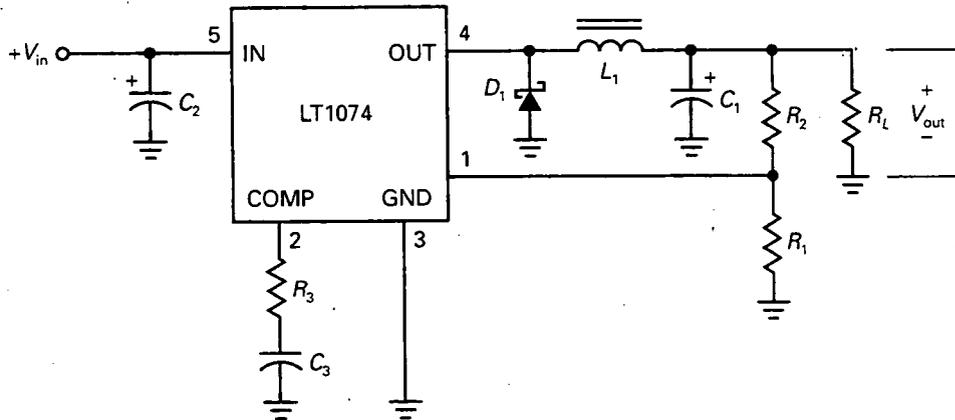

Figura 24-29. Regulador reductor con un LT1074.
En la Figura 24-29 aparece un LT1074 conectado como un regulador reductor. El pin 1 (FB, *feedback*) es para la tensión de realimentación. El pin 2 (COMP) es para la compensación de frecuencia, que previene de oscilaciones de alta frecuencia. El pin 3 (GND) es el de tierra. El pin 4 (OUT) es la salida conmutada del dispositivo interno de conmutación. El pin 5 (IN) es para la tensión de entrada continua.
El LT1074 es un dispositivo de uso extendido. Un vistazo por la Figura 24-29 explicará el porqué. El circuito es increíblemente simple, considerando que es un regulador conmutado, uno de los circuitos más difíciles de diseñar y construir. Afortunadamente, los diseñadores de circuitos integrados han hecho todo el trabajo duro, ya que el LT1074 incluye todos los componentes menos los que no se pueden integrar (filtros con condensador y de choque) y aquellos que se dejan a elección del usuario (R_1 y R_2). Escogiendo distintos valores para R_1 y R_2 , se puede regular la tensión de salida desde los 2,5 a los 38 V. Como la tensión de referencia es de 2,21 V, la tensión de salida vendrá dada por:
En el regulador reductor de la Figura 24-29, $R_1 = 2,21 \text{ k}\Omega$ y $R_2 = 2,8 \text{ k}\Omega$. ¿Cuál es la tensión de salida? ¿Y la tensión mínima de entrada que puede usarse para esta tensión de salida?